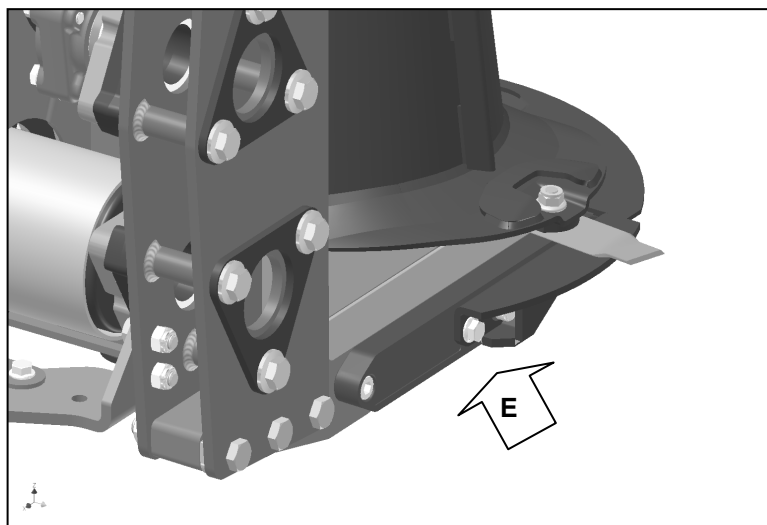

Fig.16
- Sostituire l'olio ogni 200 ore di lavoro rimuovendo la protezione laterale e il coperchio **E** (fig.16).
- Sul coperchio **E** (fig.16) è montato uno sfiato **F**: verificarne periodicamente la funzionalità.
- Replace the oil every 200 hours of work, removing the side protection and cover **E** (fig.16).
- Vent **F** is mounted on cover **E** (fig.16). Regularly check the working order.
- Remplacer l'huile toutes les 200 heures de travail en enlevant la protection latérale et le couvercle **E** (fig.16).
- Une valve de surpression **F** est installée sur le couvercle **E** (fig.16): vérifier périodiquement son bon fonctionnement.
- Sustituir el aceite cada 200 horas de trabajo quitando la protección lateral y la tapa **E** (fig.16).
- En la tapa **E** (fig.16) hay una válvula de desahogo **F**: comprobar su funcionamiento periódicamente.
- Das Öl alle 200 Betriebsstunden ersetzen; dazu die seitliche Abdeckung und die Abdeckung **E** (Abb.16) abnehmen.
- Auf der Abdeckung **E** (Abb.16) ist eine Entlüftung **F** vorgesehen: Den Zustand regelmäßig prüfen.